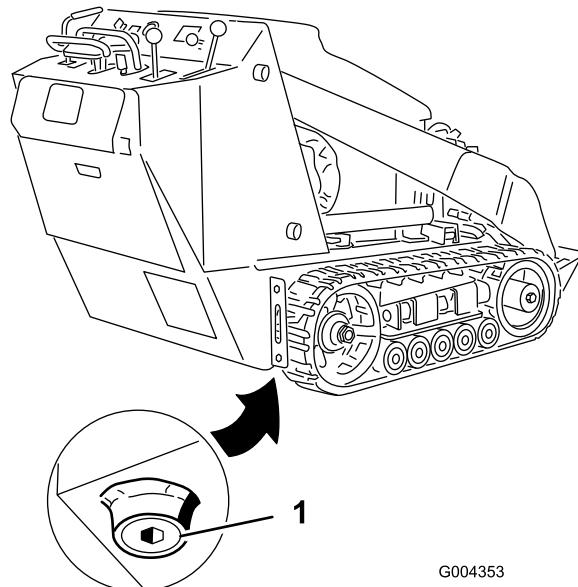

Figura 35
- Togliere il tappo di spurgo (Figura 35).